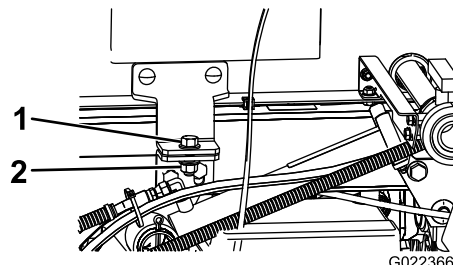

Figura 41
4. Rimuovete i bulloni di sicurezza dalla parte anteriore del telaio di supporto (Figura 41).